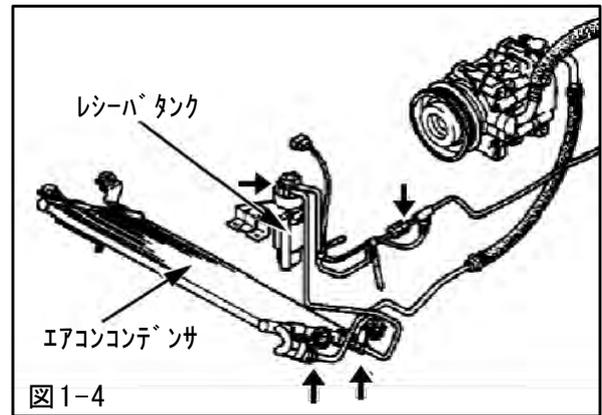

図1-4
- (12) エアコンパイプを图中的矢印部より取外してください。(図1-4)
- (13) エアコンコンデンサ, レシーバタンクを取外してください。(図1-4)